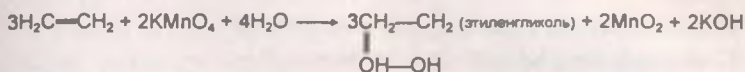

Рис. 87
- 2) при окислении алкенов разбавленным раствором перманганата калия образуются двухатомные спирты — гликоли (реакция Вагнера). Реакция протекает на холоде (рис. 87).